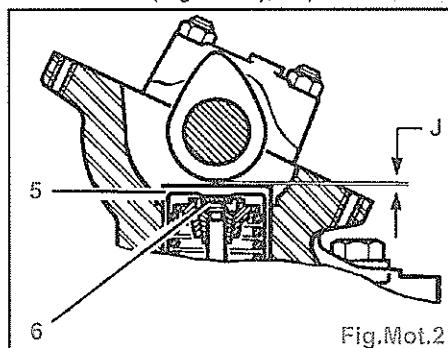

Fig.Mot.2
- Si les valeurs de jeux (J) relevées sont incorrectes (Fig.Mot.2), déposer :